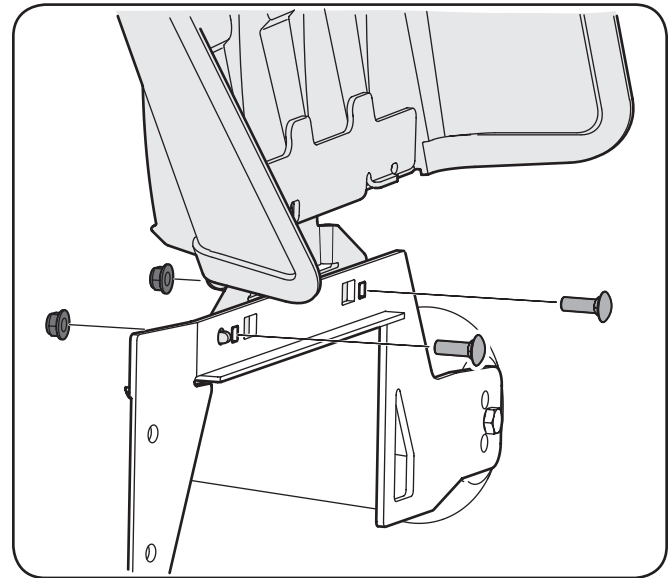

Figura 3-5
1. Extraiga los pernos de carro y las tuercas de seguridad con reborde instalados en el soporte de montaje de la plataforma. Vea la Figura 3-5.
2. Con los herrajes que extrajo anteriormente, instale el deflector del canal en la plataforma, como se indica en la Figura 3-5.